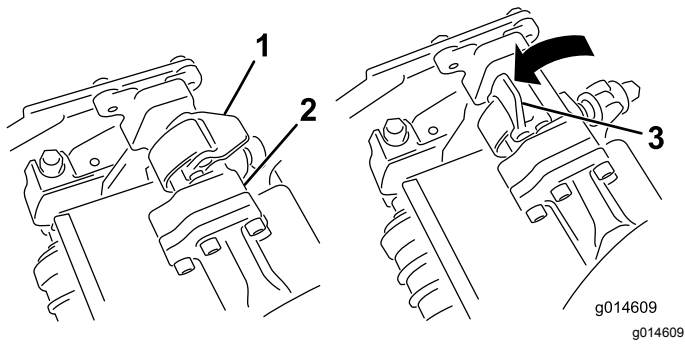
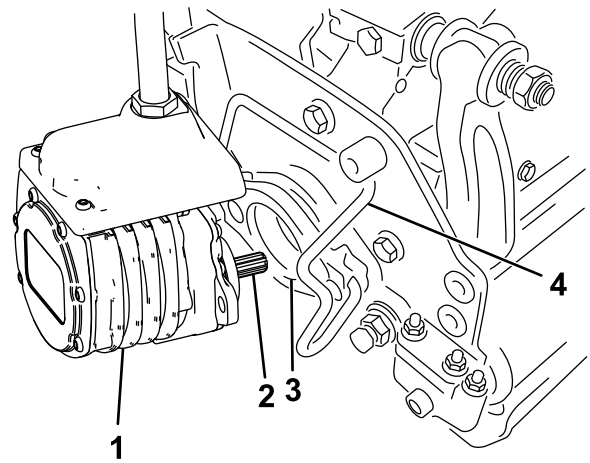

Figura 45
Figura 46
4. Con i fermi del braccio di sospensione rivolti verso l'alto (cioè aperti) (Figura 45), premete il braccio di sospensione verso il basso in modo che la barra si inserisca nella barra della parte superiore dell'apparato di taglio (Figura 46).
5. Chiudete i fermi spostandoli verso il basso e attorno alla barra dell'apparato di taglio, quindi bloccateli in posizione (Figura 45).
5. Aprite i fermi sulla barra del braccio di sospensione dell'apparato di taglio che state rimuovendo (Figura 45).